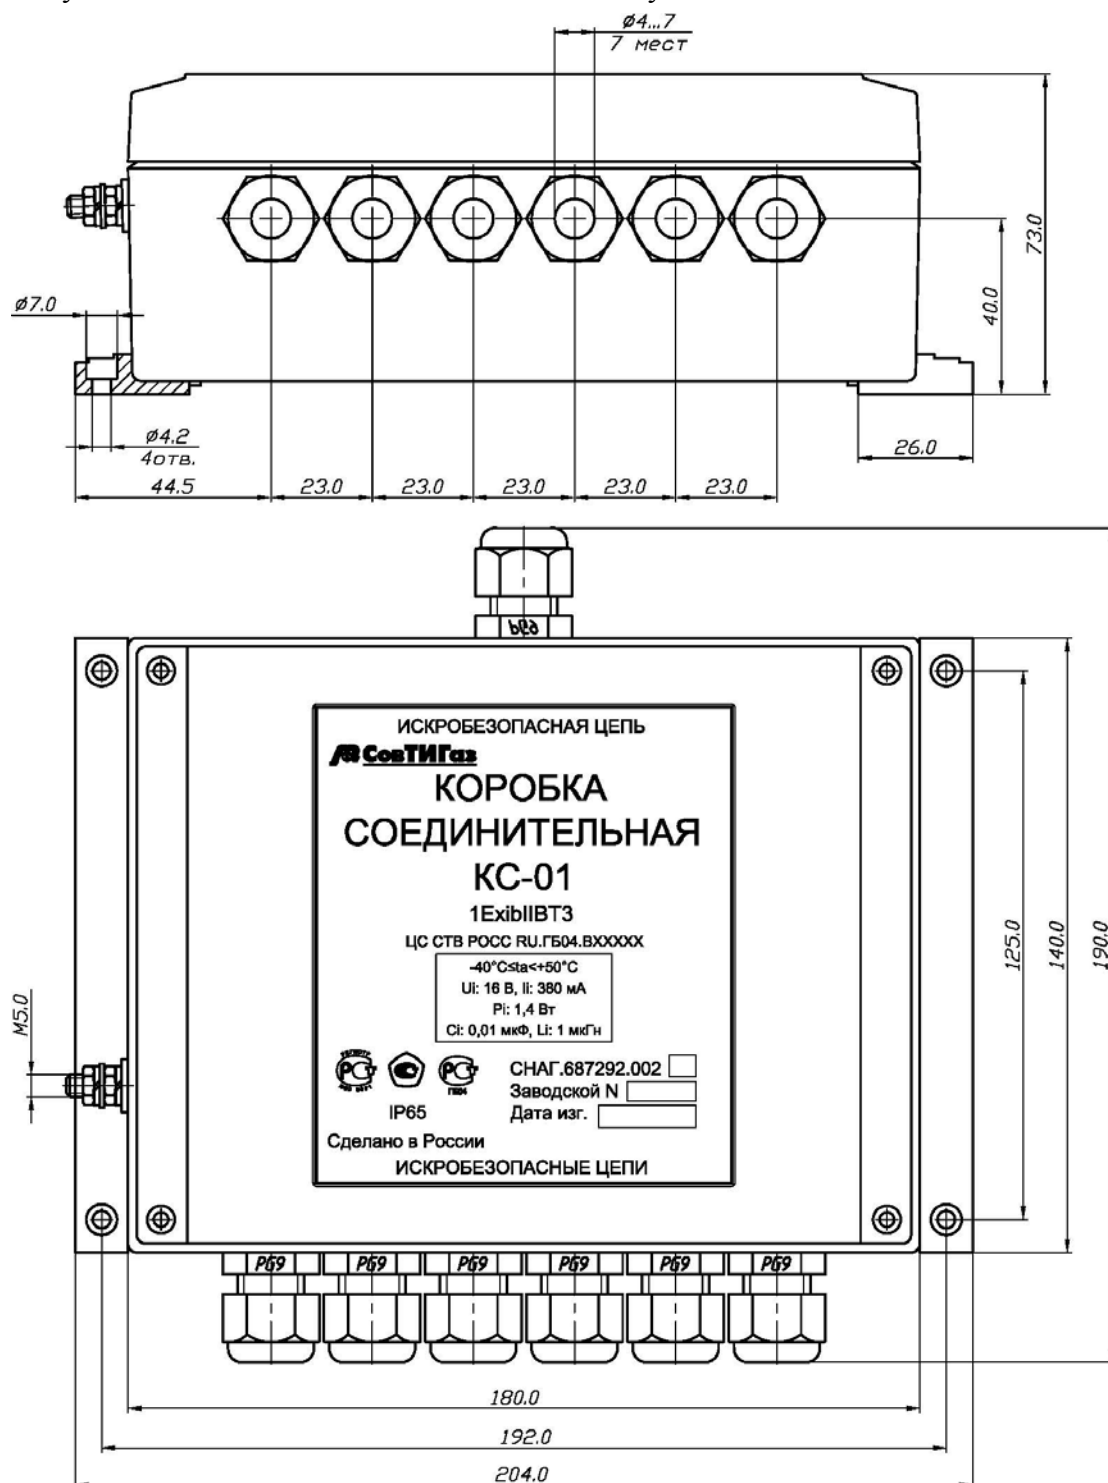

Рис. 8
1.8.4 Коробка соединительная «КС-01» или «КС-02» рис.8 (далее коробка) представляет собой цельнометаллическую коробку (выполнена из алюминиевого сплава), внутри которой расположен ряд контактных зажимов (клемм), к которым подключаются кабели соединительные в соответствии со схемами подключения и взрывозащиты. Кабели попадают вовнутрь коробки через кабельные вводы, что позволяет обеспечить степень защиты оболочки не ниже IP54 по ГОСТ 14254-96. Количество зажимов, кабельных вводов, диаметр кабельных вводов может варьироваться от исполнения комплекса и проекта. Неиспользуемые кабельные вводы должны быть заглушены.